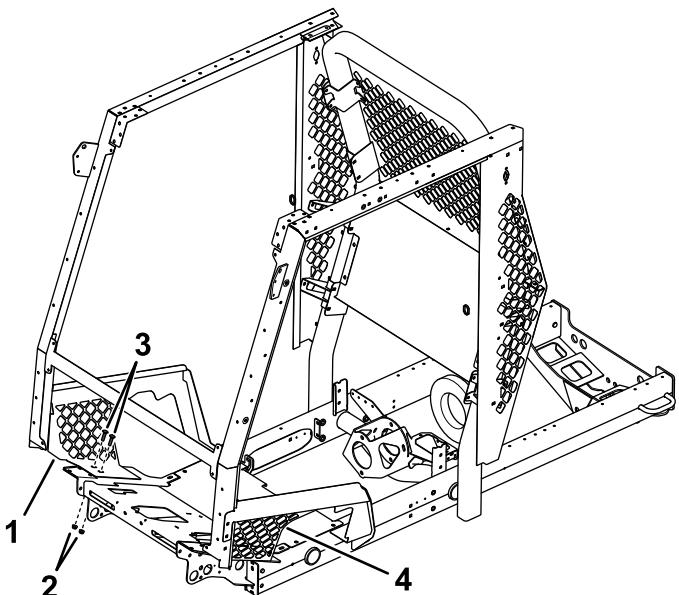

図 3
- キャリッジねじ $3/8 \times 7/8"$ とフランジナット $3/8"$ 、およびトラクションユニットと2柱ROPSエクステンションキットのボルトは、下側の左右のパネルの取り付けに使用する図 3。
6. 左下側パネルと右下側パネルの底辺部を固定するキャリッジねじ $\frac{1}{4} \times \frac{3}{4}"$ 2 本とフランジナット $\frac{1}{4}"$ 2 個を使用図3。